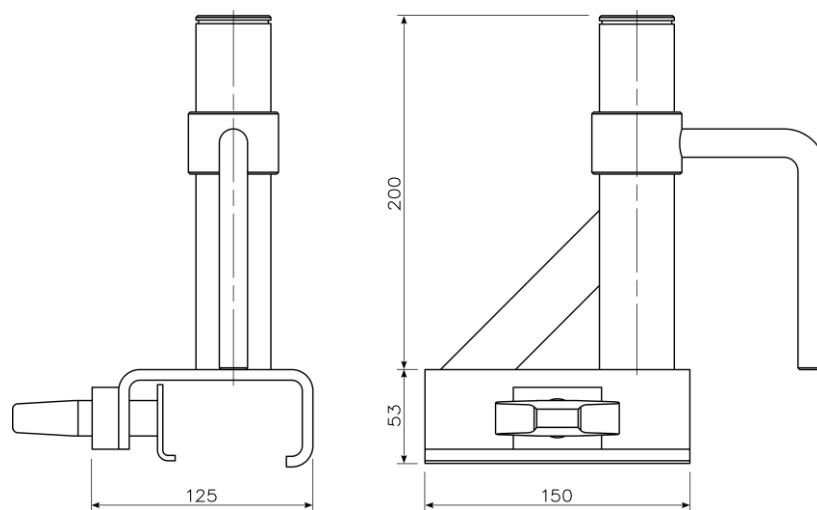

Abb. 15. Schrauben-Trägerhalter
1.3.13. Schrauben-Trägerhalter (Abb. 15)